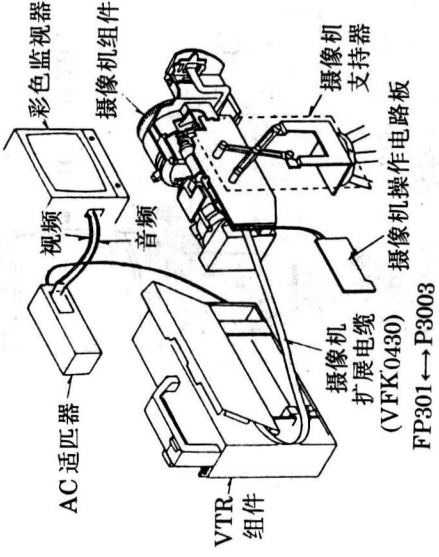

图 42
③将摄像部分、视频记录部分、AC 适配器、摄像操作部分和彩色监视器连接起来;
④取下 FP301 和 P3003 之间的塑料电缆,重新连接摄像扩展电缆(3)(VFK0430),如图 42 所示。